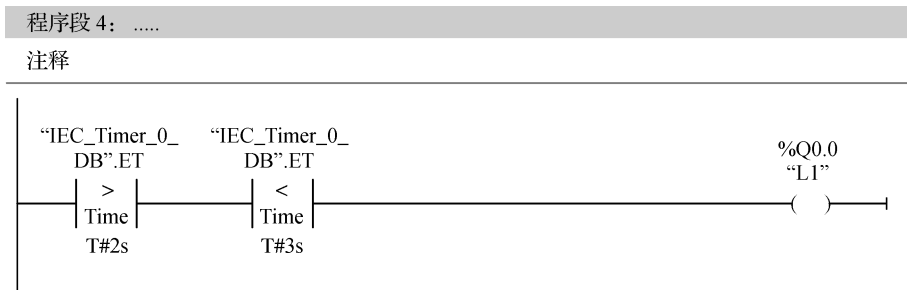

图 3-10 程序段 4
(4) 程序段 4: 设置 2—3 s 天塔之光模块的控制要求, 在 2—3 s 时, 信号灯 L1 常亮, 如图 3-10 所示。